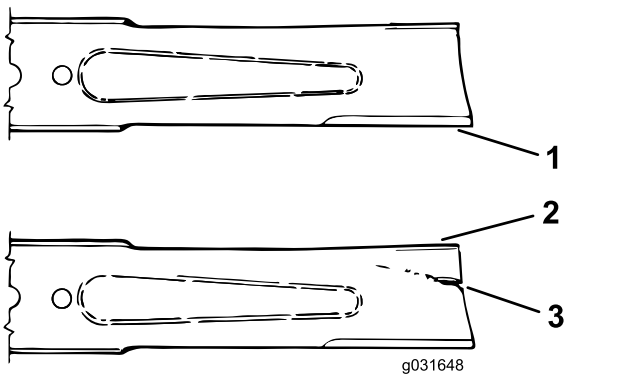

図 73
3. ブレードの切っ先を注意深く観察、特に、直線部と曲線部が交わる部分をよく観察する **図 73**。